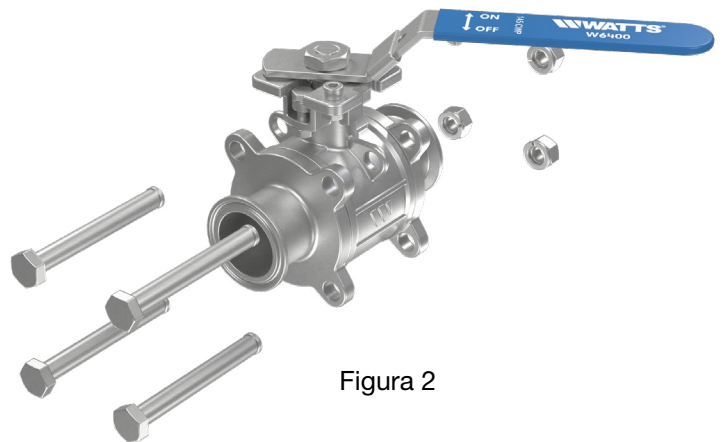

Figura 2
2. Con la válvula en posición semiabierta, retire los pernos de conexión. (Figura 2)